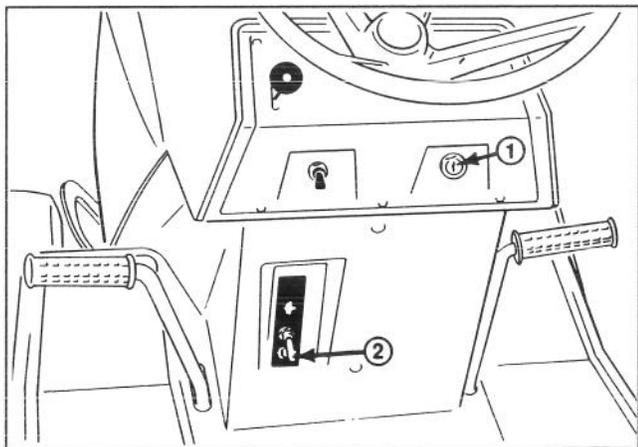

Fig. 32
2. Mettre la commande d'embrayage de l'unité de coupe sur ENGAGE (Fig. 32). Tourner la clé de contact sur START. Le moteur ne devrait pas démarrer; s'il démarre, alors le système de sécurité est défectueux et doit être réparé par un concessionnaire agréé TORO. Si le moteur ne démarre pas, passer à l'étape 3.